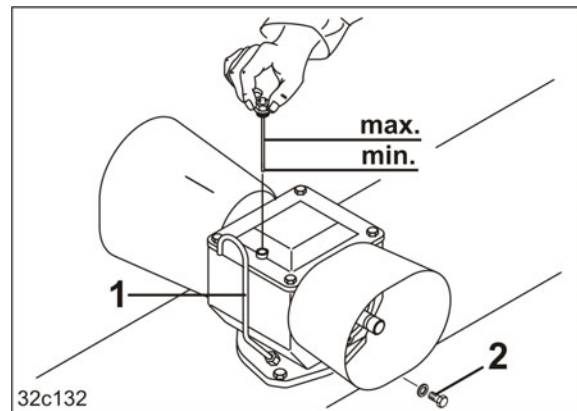

Рис. 177
Редуктор оснащен воздуховыпускной трубкой (Рис. 177/1). За счет выпуска воздуха обеспечивается герметичность редуктора.
3. Открутите маслосливную пробку (Рис. 177/2).